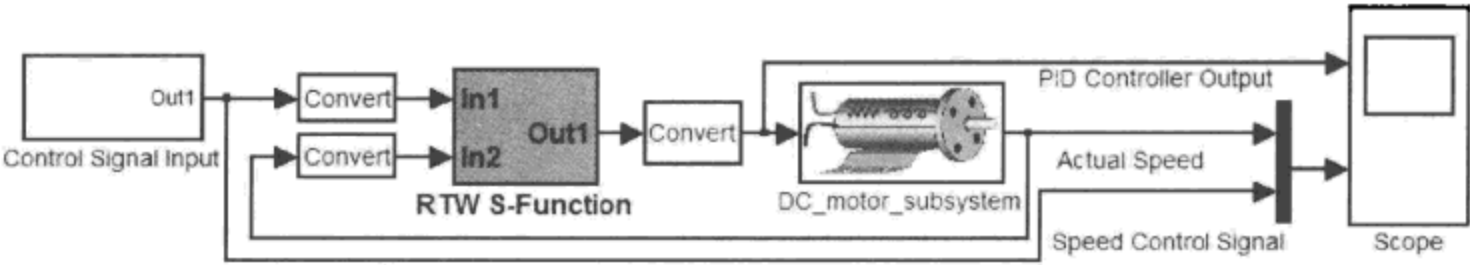

图 9.7.5 SIL 验证模型
(3) 保存设置后单击按钮生成 SIL 模块。用生成的 SIL 模块替换原模型中的 PID Controller 模块,实现软件在环测试,如图 9.7.5 所示。